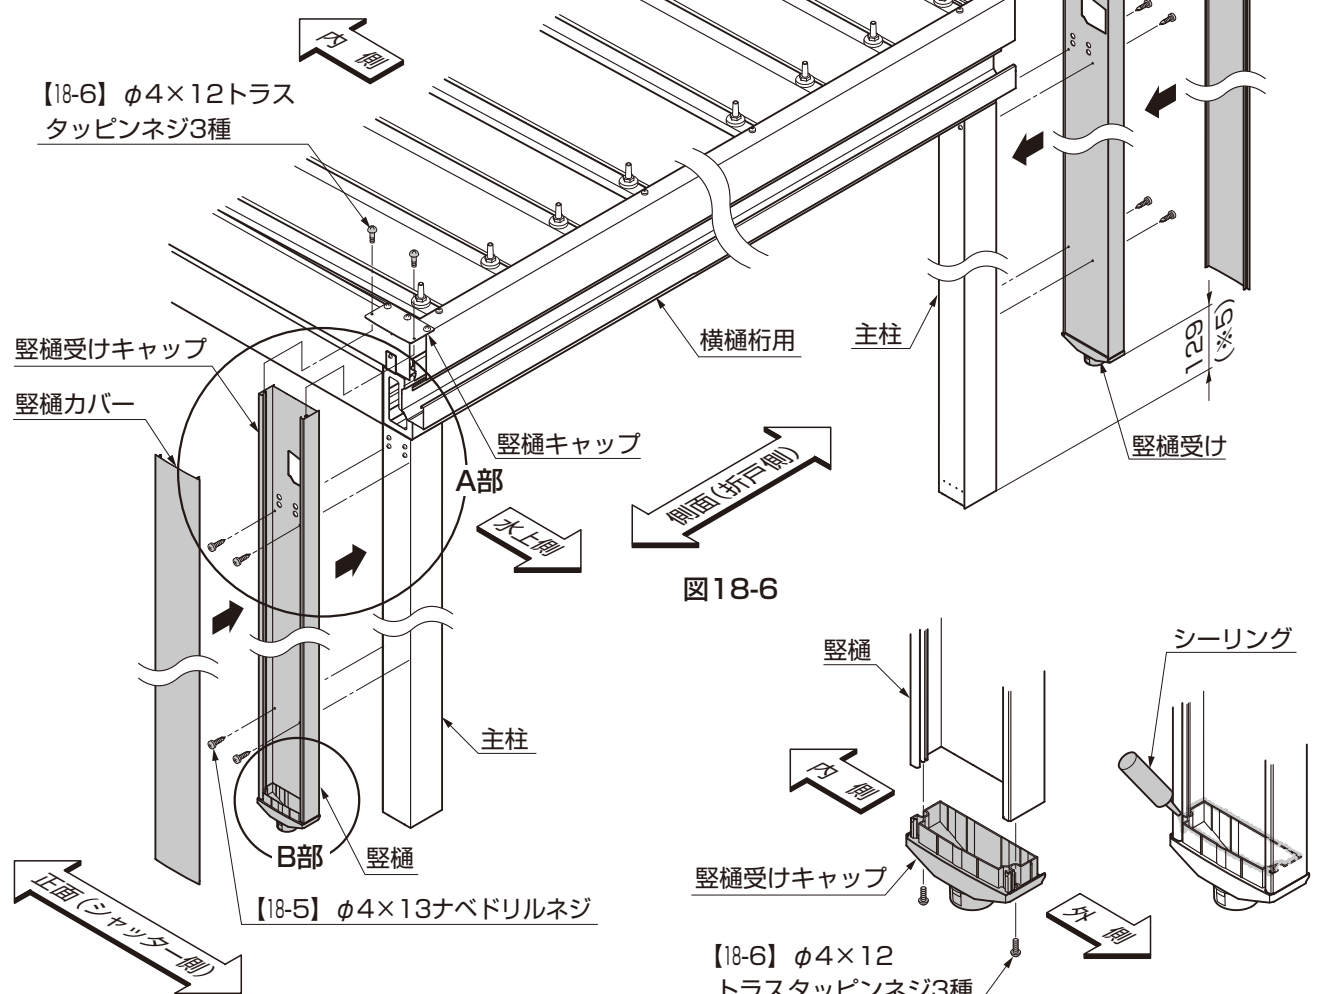

図18-6
- ④ 縦樋キャップに【18-6】で縦樋を取付けてください。（図18-6参照）
- ⑤ 主柱と縦樋を【18-5】で取付けてください。（図18-6参照）
- ⑨ 縦樋に縦樋力バーをはめてください。（図18-6参照）